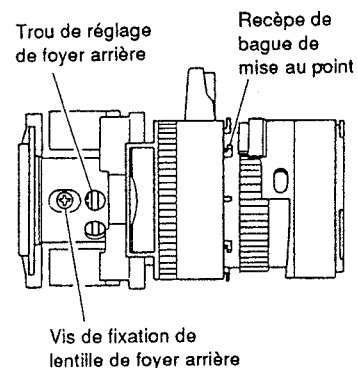

Fig. 4-4
(5) Réglage de foyer arrière (figure 4-4)